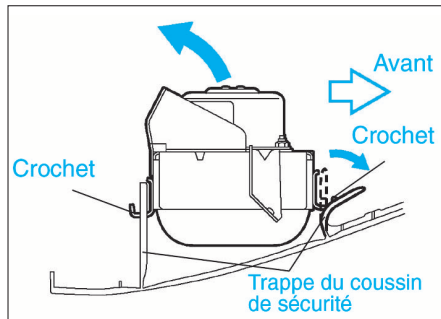

FIG. 9
- Relâcher la partie arrière de la trappe du module d'airbag de l'autre crochet et déposer le module (fig. 9).